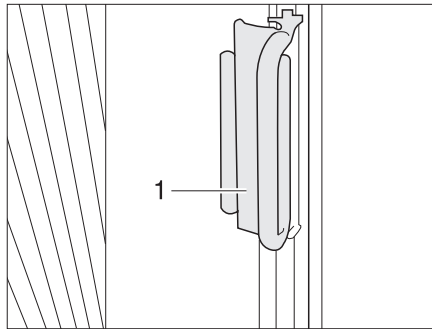

Bild 83 Griff faltverdünkung für die frontscheibe
- Die faltverdünkungen zu beiden seiten der frontscheibe jeweils am griff (Bild 83,1) fassen und vorsichtig zur mitte der frontscheibe hin zuziehen, bis der magnetverschluss die faltverdünkung geschlossen hält.